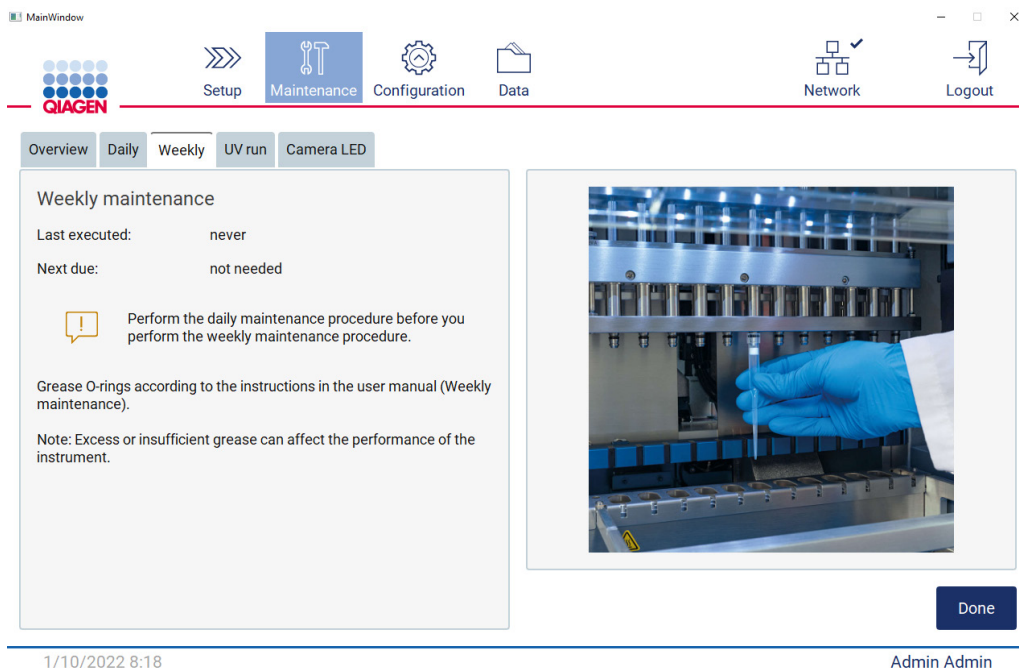

Figura 150. Schermata Weekly maintenance (Manutenzione settimanale).
5. Utilizzando un guanto nuovo, applicare una piccola quantità di grasso al silicone sulla superficie degli O-ring (come illustrato nella Figura 150), utilizzando semplicemente un polpastrello inumidito di grasso. Prestare attenzione a non applicare o coprire con il grasso l'apertura della punta della pipetta.